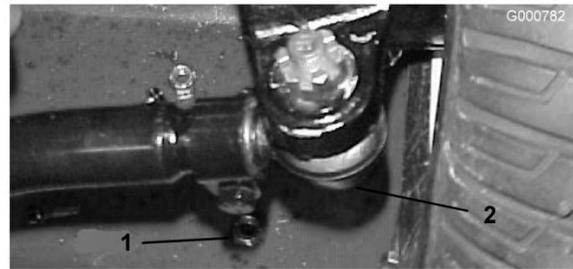

Figure 72
2. Pour le régler, retirez la goupille fendue et l'écrou de la rotule de biellette. Retirez la rotule de biellette du support du corps d'essieu (Figure 72).
3. Desserrez les fixations aux deux extrémités des biellettes (Figure 72).